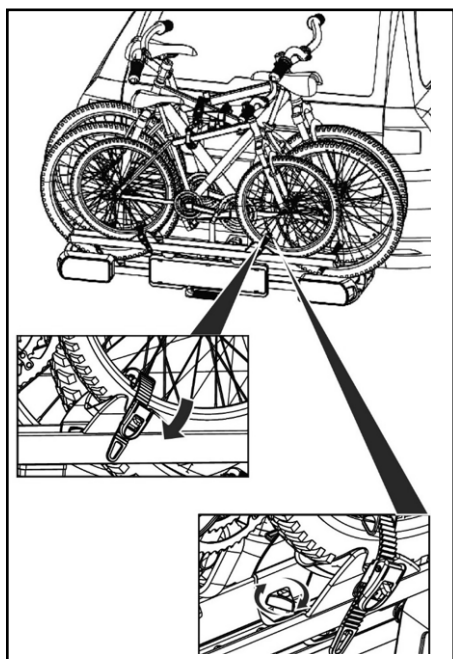

Figure 11: Fixation 3ème vélo
- Avant chaque déplacement, contrôlez que la sangle soit correctement fixée autour des vélos et de l'étrier en U du porte-vélos (Fig. 11).